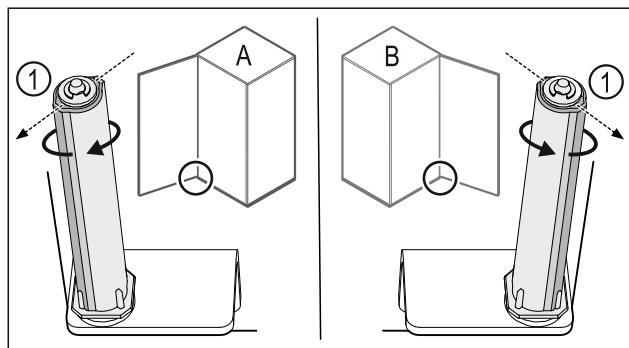

Fig. 45 Levo omejilo (A) / desno omejilo (B)
- Obrnite zaporni sistem proti uporu, dokler ni mostiček zapornega sistema Fig. 45 (1) obrnjen navzven.